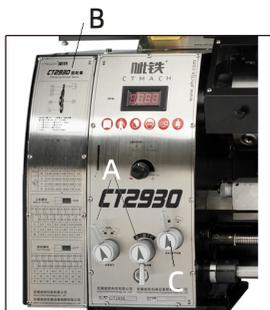

图22
1. C在光杆位置，设定选择按钮(A，图22)，选择进给方向和速度。
1. C在丝杠位置，根据主箱上的进给、螺距标牌(B，图22) 选择需要的进给速度或螺距，更换相应的挂轮。启动主电机，按下开合螺母手柄，即可进行纵向自动车削螺纹。